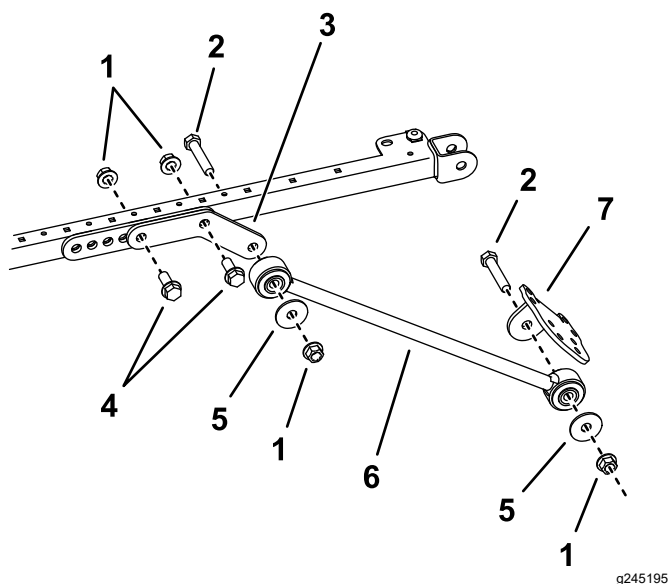

Figure 40
- De chaque côté du cadre du pare-soleil, fixez légèrement une extension dans les trous arrière et central du support à l'aide de 2 boulons (1/2" x 1 1/2") et de 2 écrous à embase (1/2"), comme montré à la Figure 40.
- Fixez un renfort à l'extérieur de chaque extension à l'aide d'un boulon (1/2" x 2 1/2"), d'une rondelle (1/2") et d'un écrou à embase (1/2"), comme montré à la Figure 40.
11. Fixez légèrement un support à chaque renfort à l'aide d'un boulon (½" x 2½"), d'une rondelle (½") et d'un écrou à embase (½"), comme montré à la Figure 40.